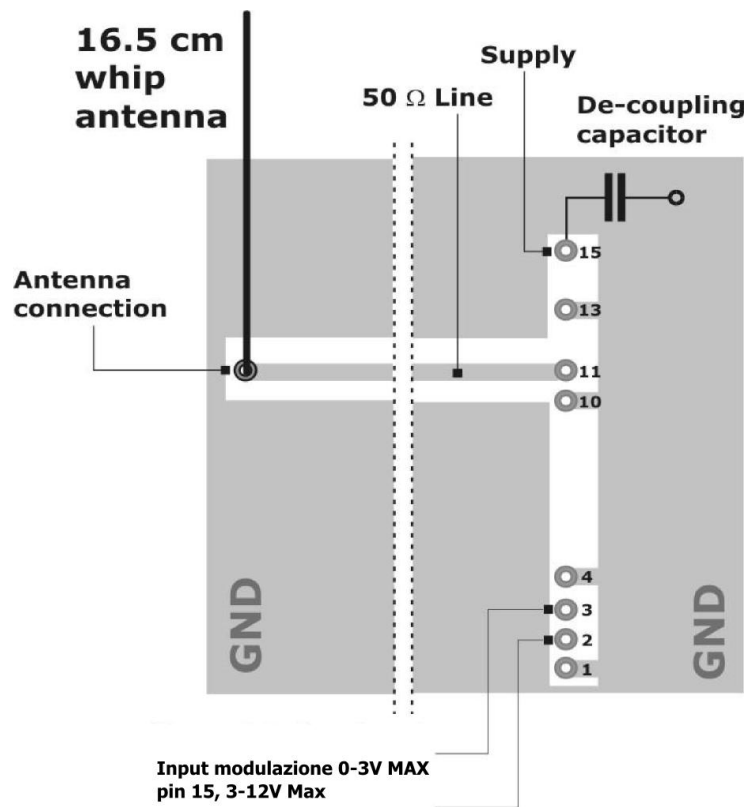

Fig. 2 – Piano di massa e connessioni
1. Deve essere collegata all'uscita RF del trasmettitore (pin.11) uno **Stilo**, lungo 16,5 cm e diametro di circa 1 mm, realizzato in filo metallico di ottone o rame (vedi fig.2).